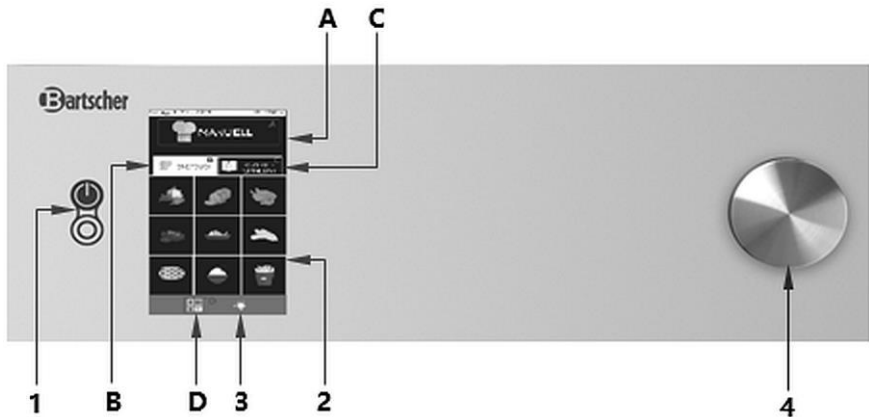

Рис. 7
Включить прибор с помощью кнопки вкл./выкл. (1, Рис. 7).
- Внутреннее освещение включается нажатием соответствующей кнопки (3, Рис. 7), а затем автоматически выключается через 45 сек., если оно не было выключено ранее повторным нажатием кнопки.
1. Включить прибор с помощью кнопки вкл./выкл. (1, Рис. 7) на панели управления.
Панель управления прибора оснащена поворотным регулятором (4, Рис. 7).
1. Включить прибор с помощью кнопки Вкл./выкл. (1, Рис. 7).
1. **Нажать** на соответствующее поле, чтобы изменить параметры процесса выпекания, напр. Такие как температуру, и **повернуть** поворотный регулятор (4, Рис. 7) до тех пор, пока не появится желаемая настройка температуры.
2. Подтверждение изменения происходит путем повторного нажатия на параметр или нажатия на поворотный регулятор (4, Рис. 7).
Со стороны экрана HOME, нажатием на поле „РУЧНОЙ РЕЖИМ“(А, Рис. 7), Вы получаете доступ к экрану настроек параметров процесса приготовления.